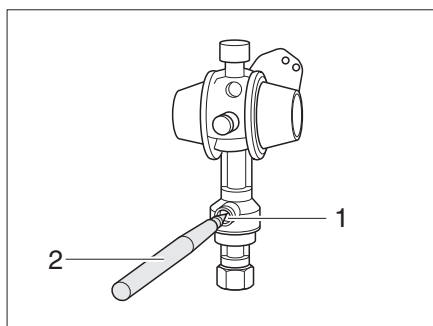

Fig. 88 Crash-Sensor
- A l'aide d'un stylet (Fig. 88,2), enfoncer le bouton de déverrouillage (Fig. 88,1) pendant plusieurs secondes.